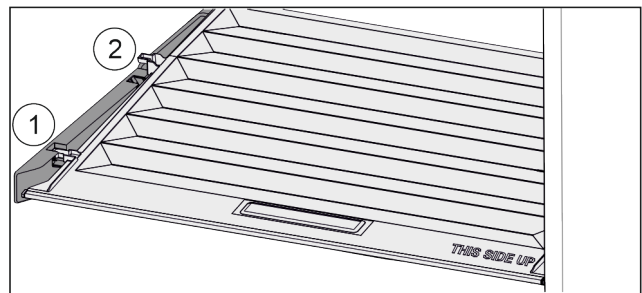

Fig. 28
- Tirer le couvercle vers l'avant jusqu'à l'orifice des pièces de retenue Fig. 28 (1).
- Le soulever par le bas à l'arrière et le sortir par le haut Fig. 28 (2).